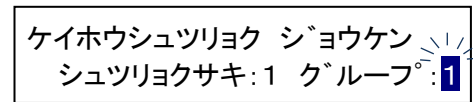

図 9-17 警報出力条件選択画面
(2) メニュースイッチを押すとカーソルが移動し、警報出力条件である、8 組の「警戒パターン」と「警戒レベル」の組み合わせを設定できます。UP/DOWN スイッチでグループを選択します。選択範囲は 1~8 です。(図 9-17)